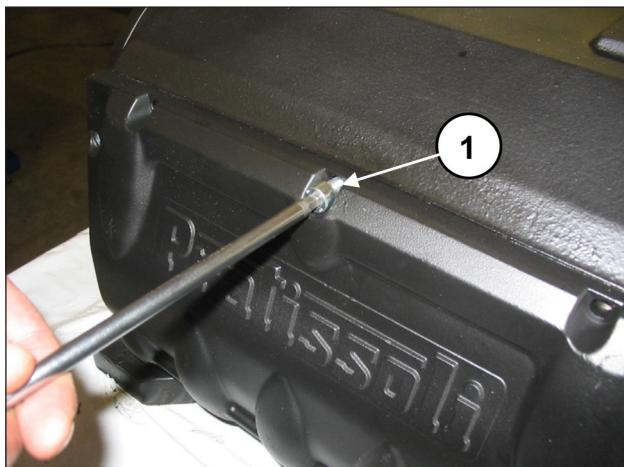

图 85
将O形圈插入后盖(①，图 84) 并通过10个M8x18螺丝固定到曲轴箱(①，图 85)。